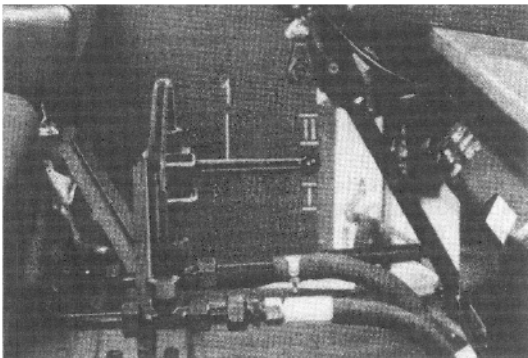

Bild 87. Bedienelement der Hydraulik
(1) Entriegeln der Plattform
3. Das Einschalten der Hydraulikanlage erfolgt, indem als erstes ausgekuppelt wird. Anschließend wird der Hebel (Bild 76/1) nach unten bis zum Anschlag in Stellung II betätigt und somit die Hydraulikpumpe eingeschaltet. Jetzt wird die Kupplung wieder losgelassen und das Absperrventil (Bild 87/1) in Stellung II – Hydraulikpumpe fördert zum Wegeventil – gebracht.
Hinweis! Für den Fall, dass die Ladehilfe von zwei Personen bedient wird, ist darauf zu achten, dass die Hydraulikpumpe beim Anlauf nicht gegen Arbeitsdruck fördert, d.h., erst muß im Fahrerhaus der Nebetrieb eingeschaltet sein (Bild 76/1 – Stellung II) und der Hebel des Absperrventils (Bild 87/1) auf Stellung II stehen, bevor das Dreiwegeventil betätigt werden darf.